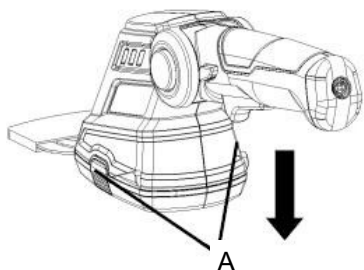

Fig. 1
1. Appuyez sur le bouton de dégagement de la lame (A) et faites glisser la lame vers le bas pour la retirer, comme indiqué. (Fig. 1)